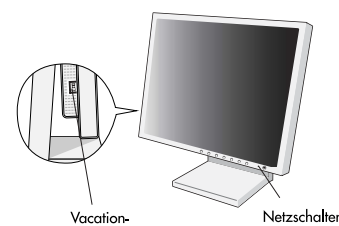

Abbildung B.1
5. Der Vacation-Schalter auf der linken Seite des Monitors muss sich in der Position ON befinden (**Abbildung B.1**). Schalten Sie Monitor und Computer mit den jeweiligen Netzschaltern ein.